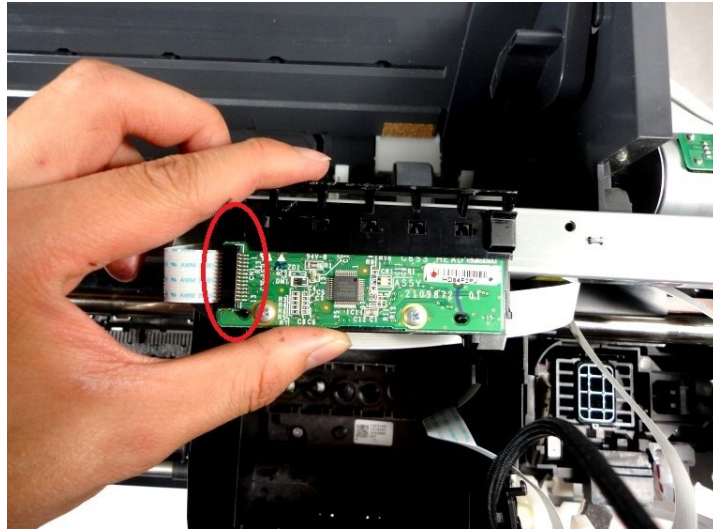

Рисунок 2.24 - Схема CSIC
4) Кабель CSIC (див. рис. 2.24). Цей кабель з'єднує плату виявлення чіпів головки з материнською платою та потребує перевірки, а також продзвонювання та заміни, якщо це необхідно.